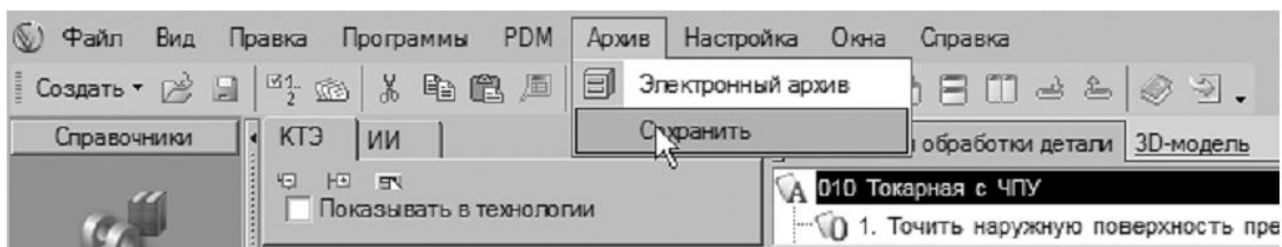

Рисунок 12
43. Нажмите кнопку Архив на панели инструментов и выберите в меню Сохранить (рис. 12).